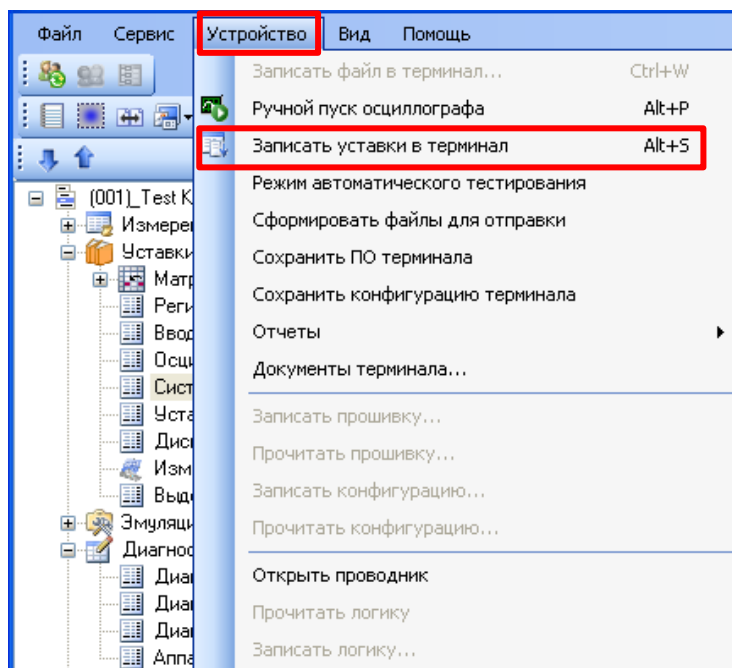

Рисунок 3 – Пункт главного меню **Устройство**
2.1.9.1 Для применения уставок и сохранения изменений в энергозависимой памяти необходимо во вкладке **Устройство** вызвать команду «Запись уставок» нажатием левой кнопки мыши на пункте меню **Записать уставки в терминал** или сочетанием кнопок «**Alt + S**» (см. рисунок 3).